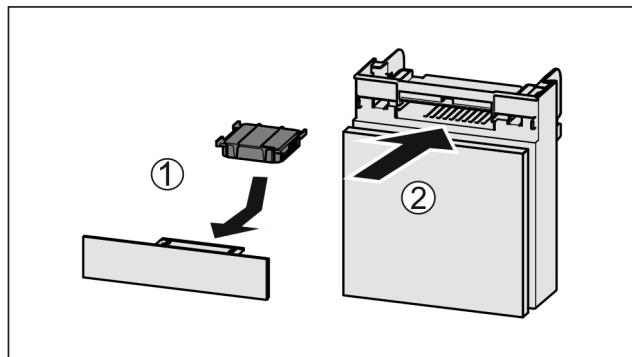

Fig. 51
- Sett inn Fig. 51 (1) aktivkullfilteret etter figuren.
- Skyv inn Fig. 51 (2) hylten.